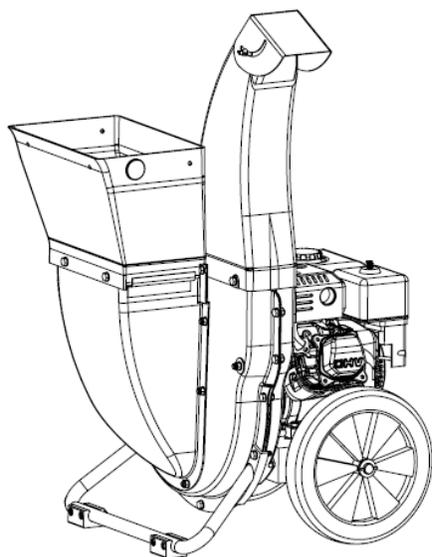

Figura 4
7. Instalación del embudo de hojas inferior. (Figura 4)